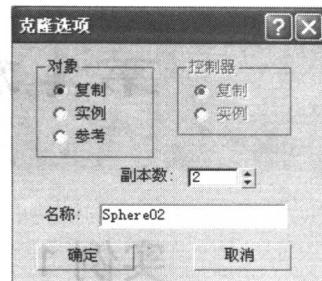
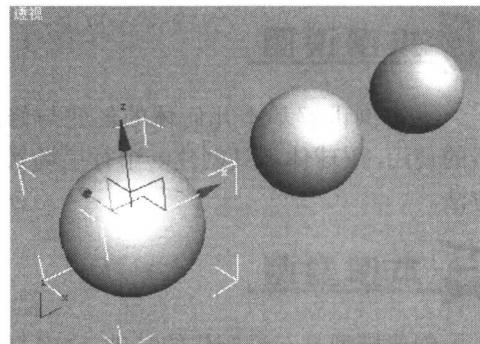

图 1-3 复制球体
图 1-4 复制结果
③ 单击 (选择并移动) 按钮，选中球体，按住 Shift 键拖动鼠标，弹出“克隆选项”对话框，设置克隆方式为“复制”，副本数为 2，如图 1-3 所示，如此复制出 2 个球体，结果如图 1-4 所示。